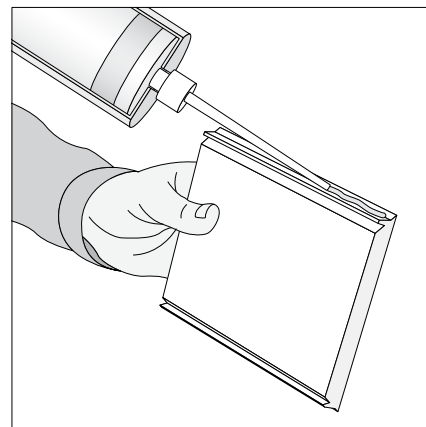

Fig. 4a
- Aplique una pequeña cantidad de adhesivo de PVC celular Kleer (toma de 4 a 7 minutos de trabajo) en la lengüeta exterior de cada una de las piezas masculinas (**Fig. 4a**).